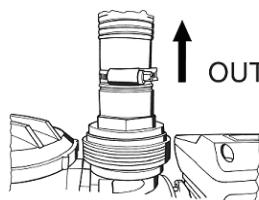

Fig. 3
3. *Impulsión*: salida de producto (Fig. 3, OUT).